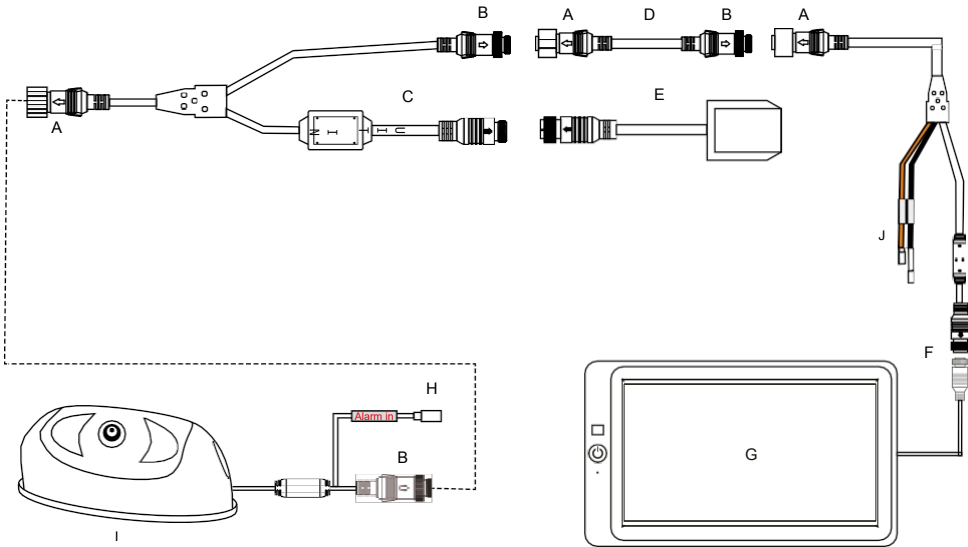

Fig. 3: Aansluiting van de GPS-antenne en de alarmingang
- **Adapter 5:** GPS-antenne (Fig. 3)